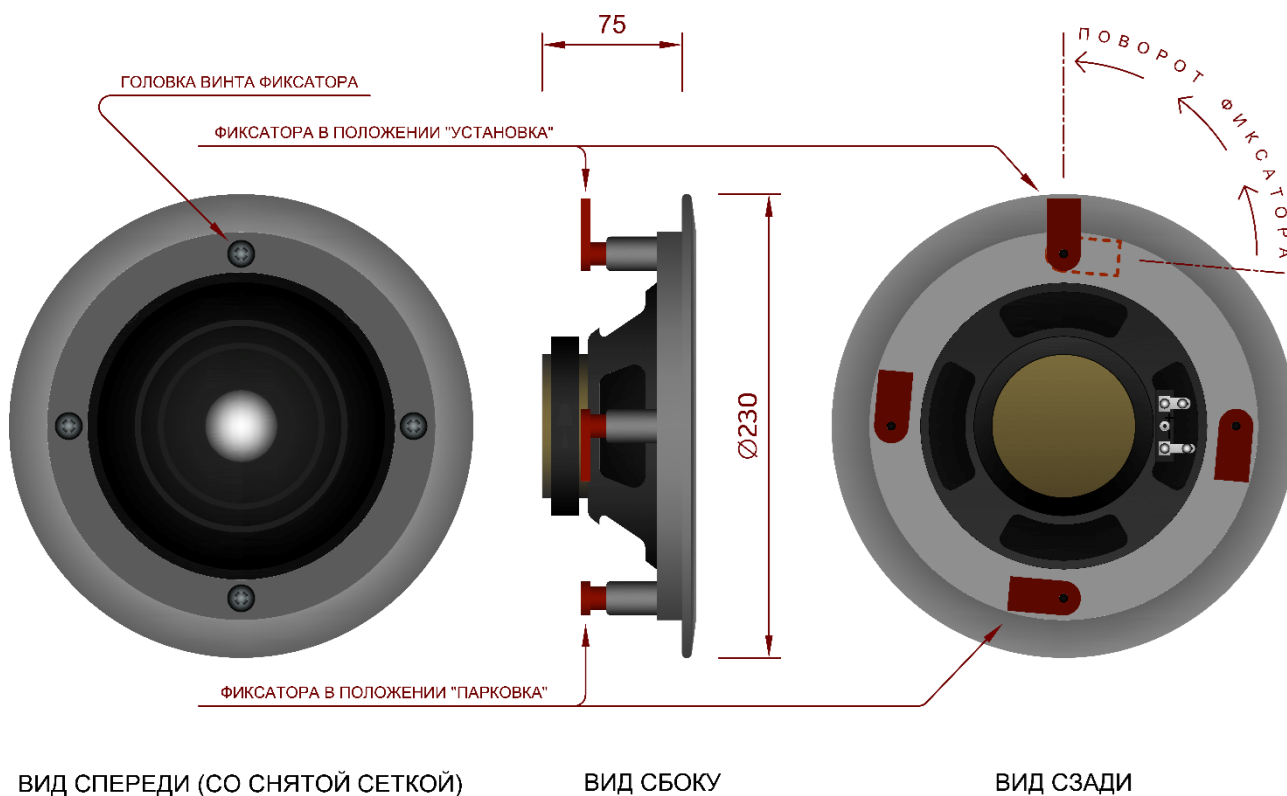
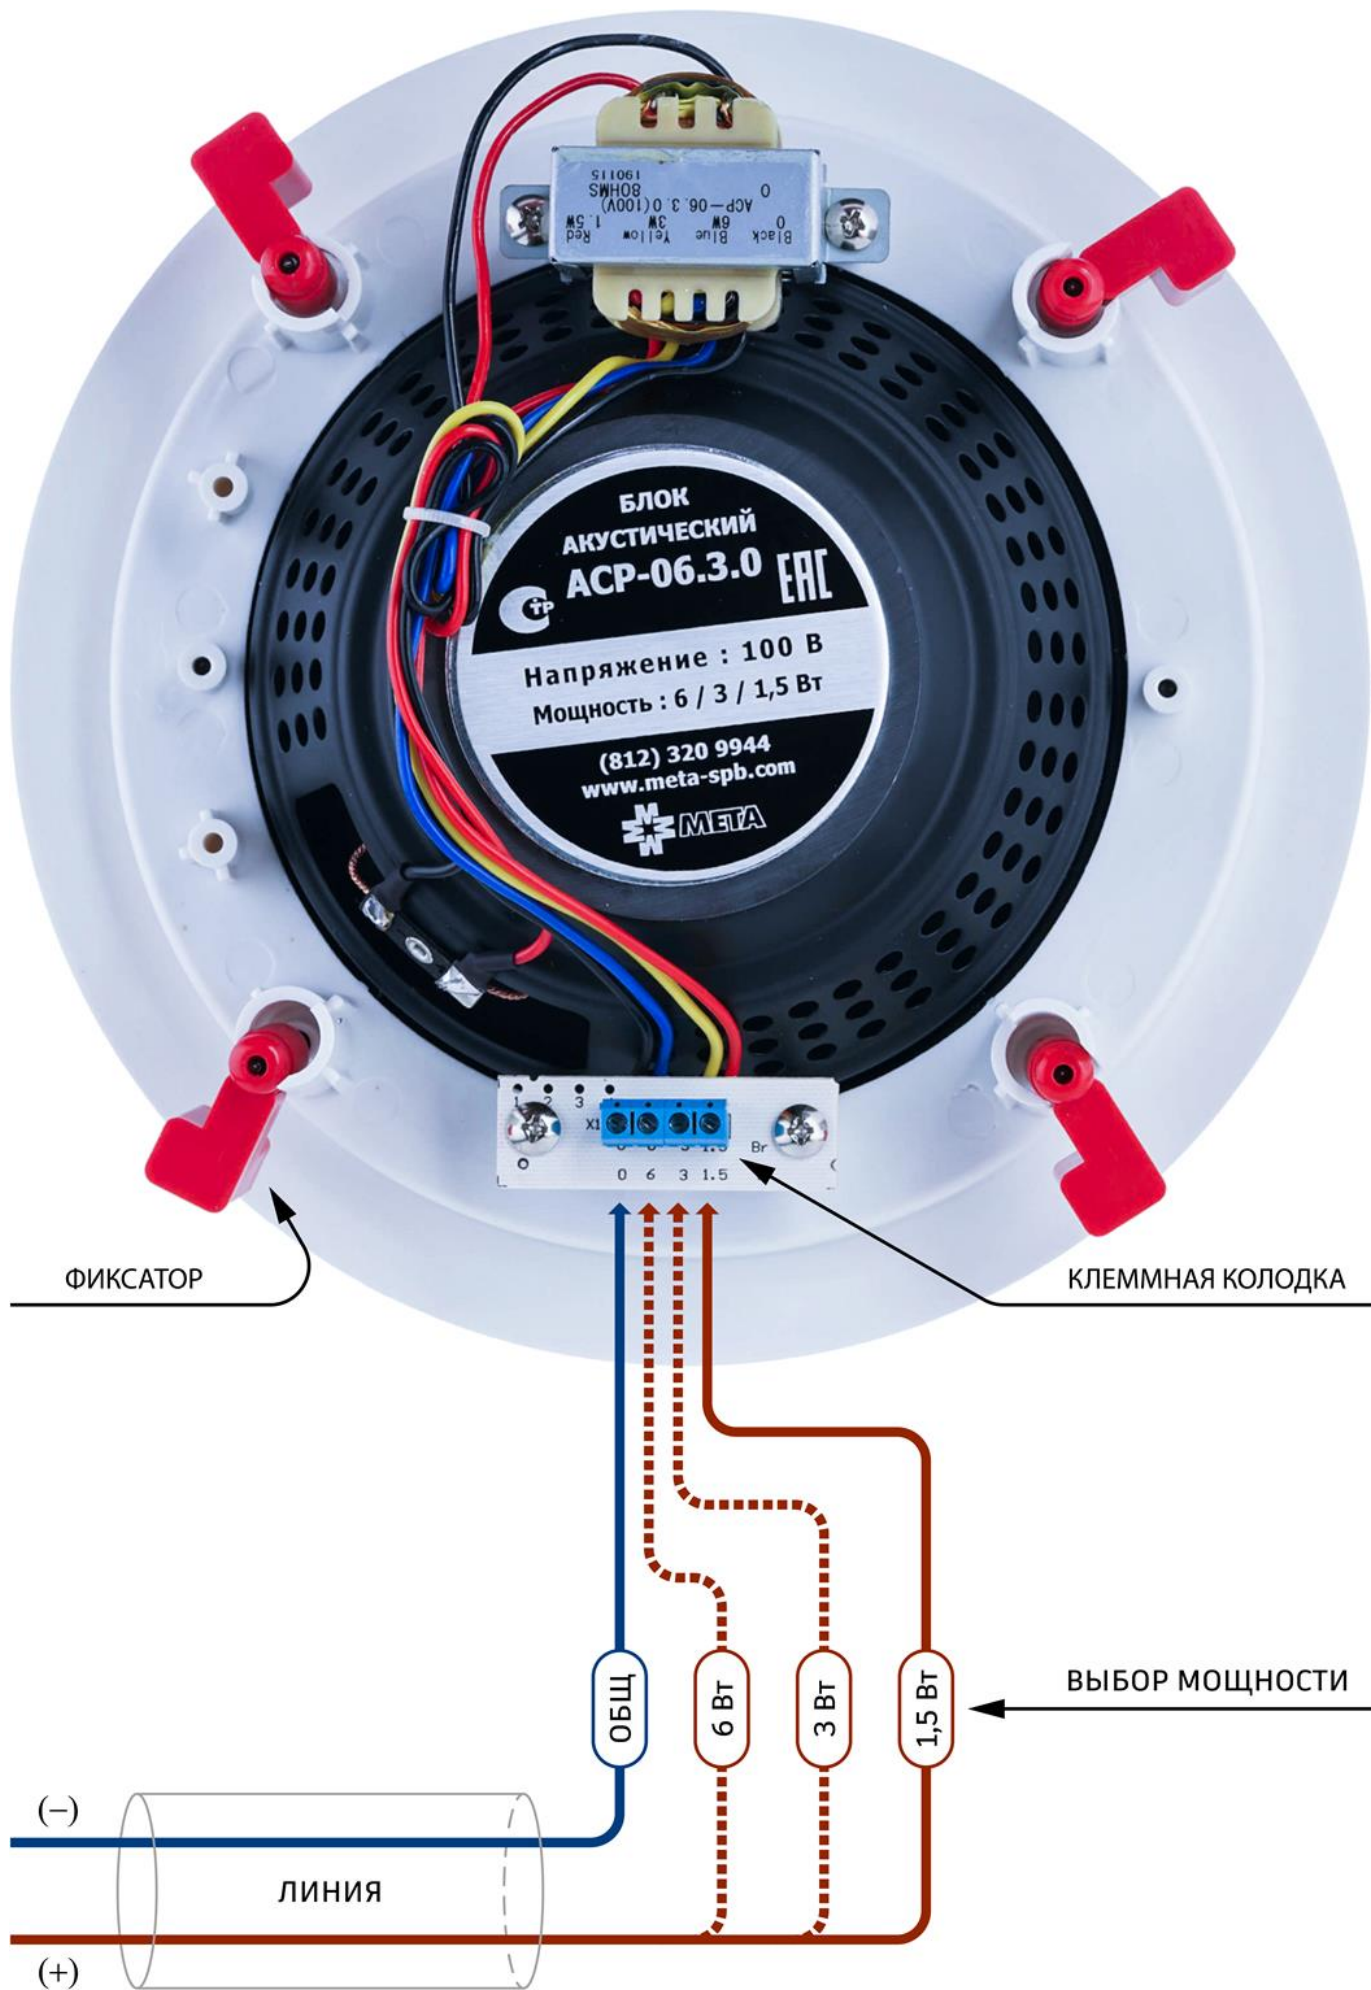

Рис. 2 Габаритные и установочные размеры БА
Рис. 3 Элементы крепления и коммутации БА
2) подключите провода линии связи к зажимам клеммной колодки БА, соответствующим выбранной мощности (рис.3);
3) установите фиксаторы БА в положение «парковка» (рис.2, рис.3);